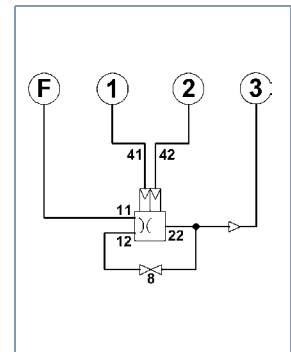

Fig. 2 Schéma de raccordement du banc d'essai
- Raccorder l'appareil aux raccords du banc d'essai (voir fig. 2) ou selon le schéma de contrôle.